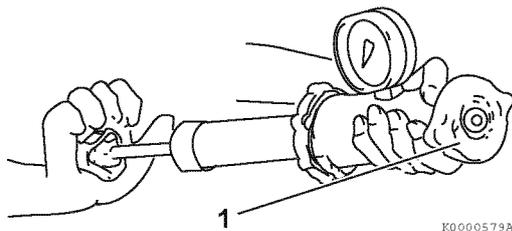

**Figure 8-11**
1. Contrôlez le bon fonctionnement du thermostat. Placez le thermostat (1, **Figure 8-11**) et un thermomètre précis (2, **Figure 8-11**) dans de l'eau chaude.